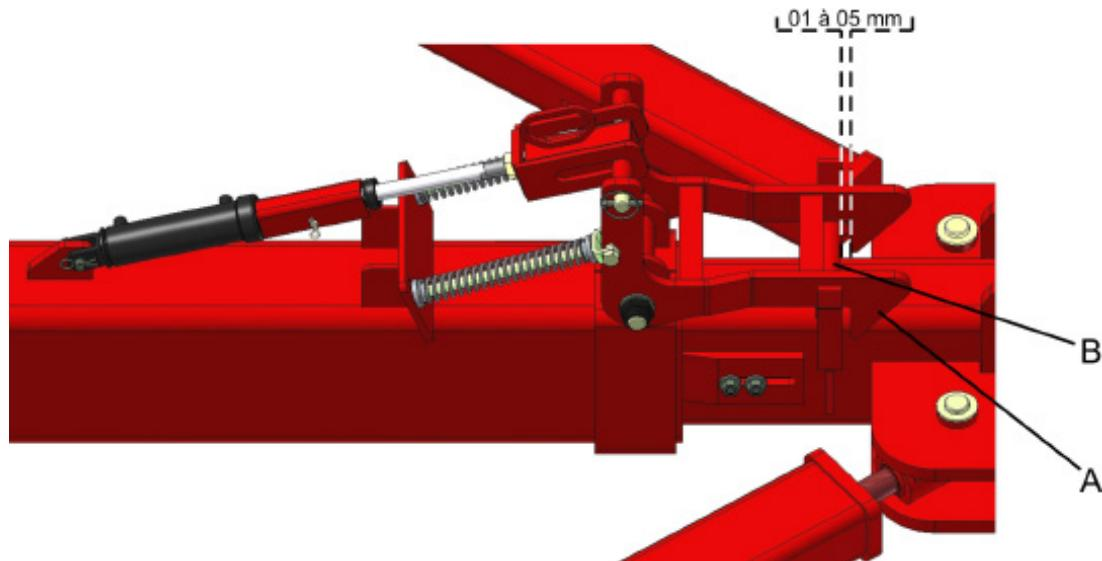

fig. 14
OBS.: A distância entre a trava (A) (fig. 14) e o batente (B) deve ser de 01 à 05 mm.